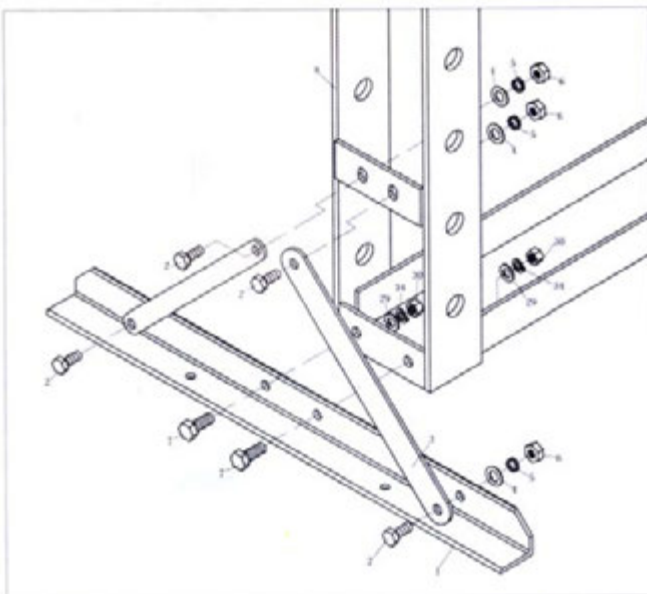

Figure 1
- L'encadrement (25) se trouve dans le bas pour faciliter l'emballage et le transport, ensuite fixé sur des montants avec deux boulons M12.
- **Attaché la section du pied (01) et le support (03) à gauche et à droite de la plaque de couplage utilisant boulons (02), rondelle (04), rondelle frein (05) et écrou (06).** (figure 1)